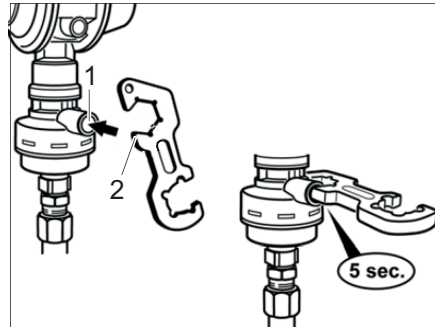

Fig. 255 Crash-Sensor
- À l'aide du dispositif d'aide au vissage (Fig. 255,2) ou d'un objet similaire, approprié, appuyer sur le bouton de déverrouillage (Fig. 255,1) et le maintenir enfoncé pendant 5 secondes.